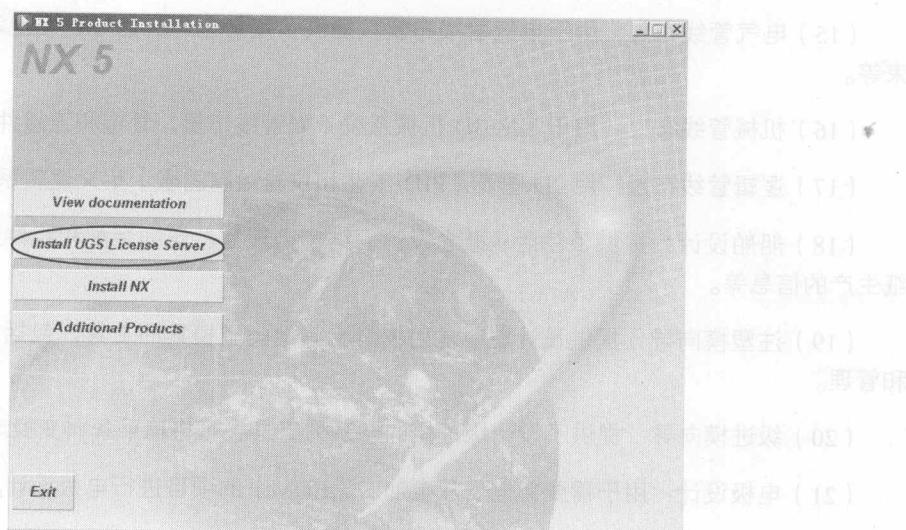

图 1-1 NX5 Product Installation 对话框
1. 将安装光盘放入光驱内，光驱在读取盘中的数据后，弹出 NX5 Product Installation 对话框，如图 1-1 所示。